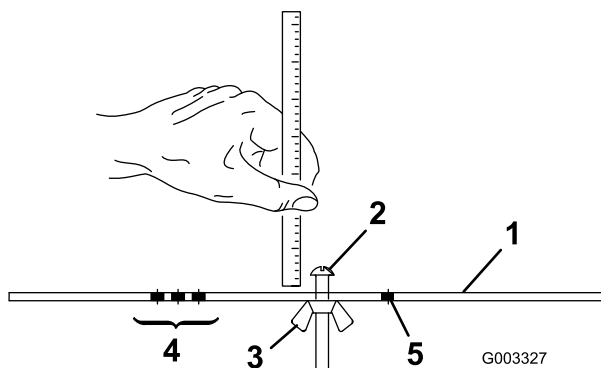

Figura 15
2. Desaperte a porca da barra indicadora (Figura 15) e regule o parafuso de ajuste para a altura de corte desejada. A altura de corte corresponde à distância entre a parte inferior da cabeça do parafuso e a superfície da barra.